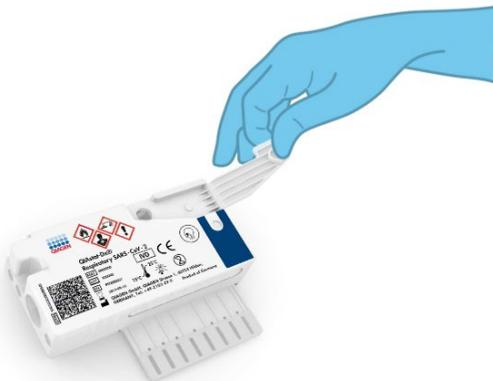

Abbildung 39. Öffnen des Probendeckels der Hauptöffnung.
4. Öffnen Sie den Probendeckel der Hauptöffnung vorne an der QIAstat-Dx Respiratory SARS-CoV-2 Panel Cartridge (Abbildung 39).